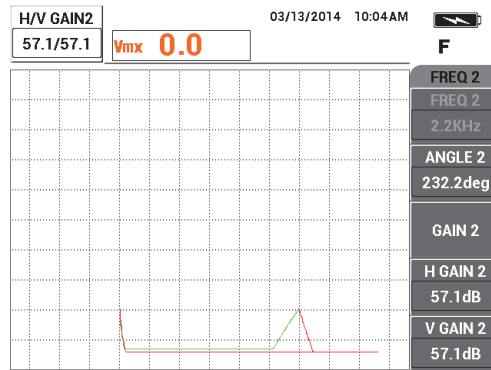

Figura 5-120 Ajuste da amplitude do sinal da frequência 2
9. Pressione a tecla GAIN (dB) mais três vezes e, em seguida, diminua a amplitude do sinal da frequência 2 que está a exatamente 6 divisões de distância do ponto nulo (no lado esquerdo) [veja Figura 5-120 na página 216].